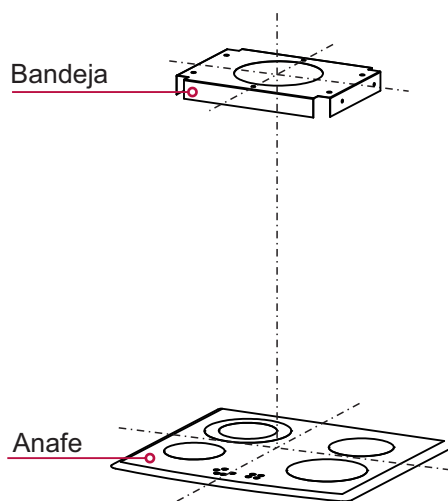

Figura 1
Paso 1: Fijar la bandeja superior de la Campana a la losa utilizando 6 tacos plásticos tipo fischer y 6 tornillos N° 8 (incluidos). Verificar que el eje central de la bandeja superior coincida con el centro del anafe o cocina. (ver figura 1 y 2)